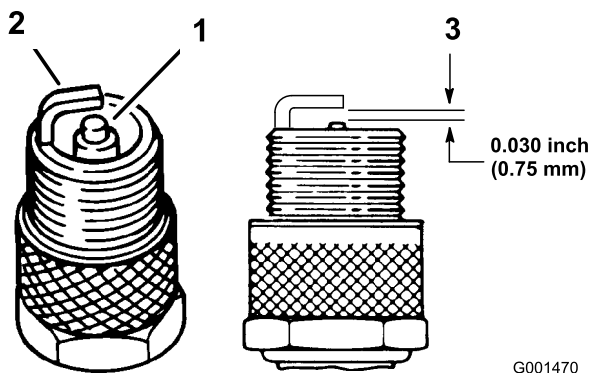

Bild 26
1. Sehen Sie sich die Mitte der Zündkerzen an (Bild 26). Wenn der Kerzenstein hellbraun oder grau ist, ist der Motor richtig eingestellt. Eine schwarze Schicht am Kerzenstein weist normalerweise auf einen schmutzigen Luftfilter hin.
3. Prüfen Sie den Abstand zwischen den mittleren und seitlichen Elektroden (Bild 26). Verbiegen Sie die seitliche Elektrode (Bild 26), wenn der Abstand nicht stimmt.
3. Schließen Sie die Zündkerzenstecker an die Zündkerzen (Bild 26).